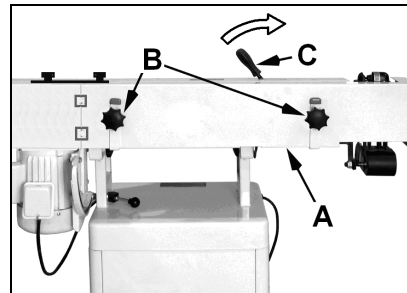

Fig 10
Die Sterngriffschrauben (B, Fig 10) lösen und die Schleifbandabdeckung (A) entfernen.